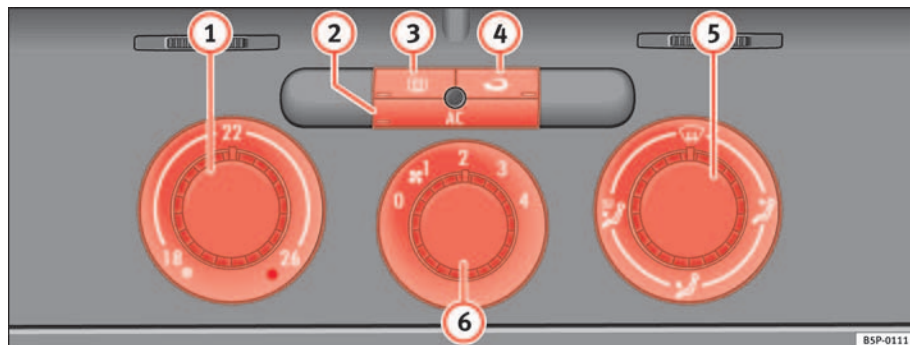

Fig. 124 Comandos do Climatic no painel de instrumentos
- Ligar o ar condicionado com o botão ⇒ página 156, fig. 124 .